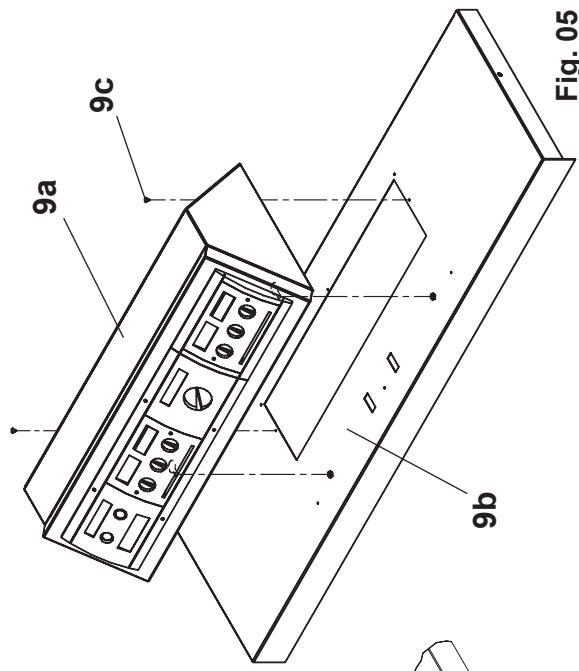

Fig. 05
13. Установите коннектор штекера горелки (13) на левой или правой стенке (Учитывайте сторону открывания дверцы котла, см. п. 4.5.1 на стр. 34). Установить С-клипсы (13a) сверху боковых стенок.
14. Установите передние боковые стенки (14/14a) снизу на крепеж плинтусных рельс и проложите кабель горелки (14b) к панели управления (прокладывание кабеля по Рис. 07). Установить крышку обшивки (9b, Рис. 05) и закрепите саморезами. Подключите кабель горелки (14c, Рис. 07).